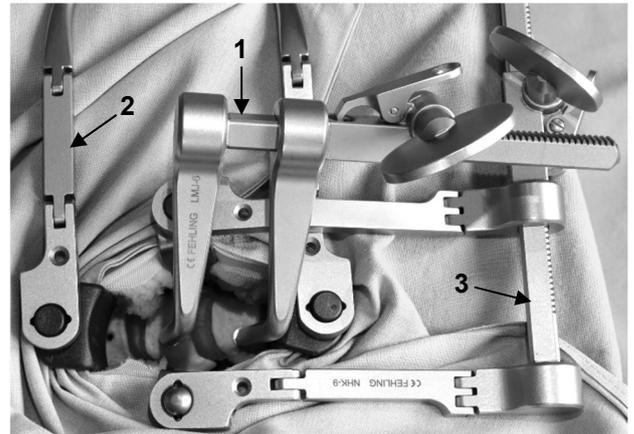

Abb. 2: Konfigurationsbeispiel für den CASPAR Distraktor
Abbildung 2 zeigt ein Konfigurationsbeispiel für den CASPAR Distraktor (1) in Verbindung mit je einem longitudinal (2) und transversal (3) ausgerichteten ATLAS HWS-Spreizer. In Tabelle 1 sind die entsprechenden Komponenten aufgelistet.